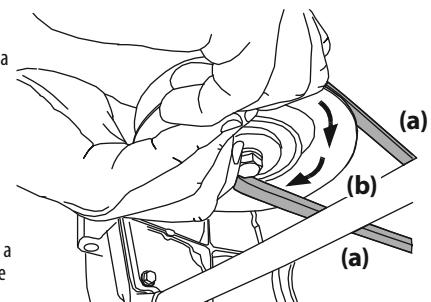

Figura 43
- d. Mientras sostiene la correa de la PTO (a) hacia abajo, siga girando la polea de la PTO (b) hasta que la correa de la PTO (a) se deslice fuera de la polea (b). Consulte la Figura 43.
8. Tire del lado derecho de la correa de la PTO hacia atrás y coloque el lado V angosto de la correa de la PTO en la polea de la PTO. Consulte la Figura 43.
9. Mientras sostiene la correa y la polea de la PTO juntas, gire la polea de la PTO hacia la izquierda (Vea la Figura 43). Siga sosteniendo y rotando la polea de la PTO y la correa de la PTO hasta que la correa de la PTO se enrolle totalmente en la polea de la PTO.